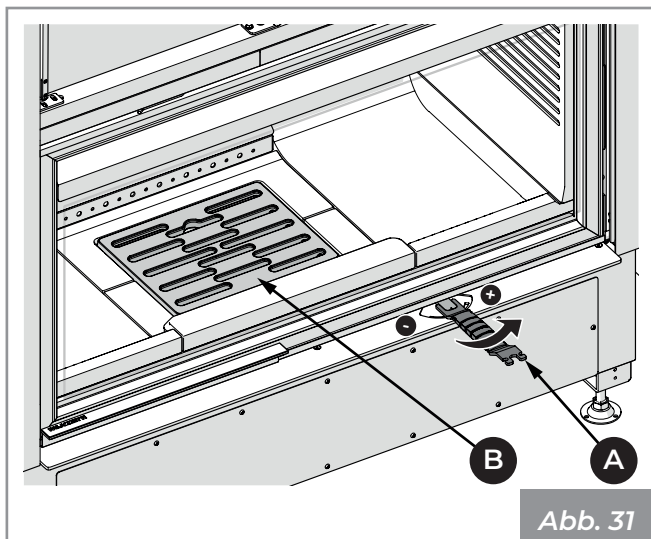

Abb. 31
- Mit Hilfe des mitgelieferten kalten Griffs **(A)** die Einstellung der Primärluft **(Abb. 31)** ganz öffnen **(+)**.
- Die Holzscheite vorsichtig in die Brennkammer legen, wobei die Schamotten des Gitters **(B)** nicht vollständig abgedeckt werden dürfen **(Abb. 31)**.
- Mit Hilfe des entsprechenden kalten Griffs **(A)** **(Abb. 31)** die Lufteinlassöffnung erst dann verkleinern, wenn sich eine angemessene Glutbasis gebildet hat.